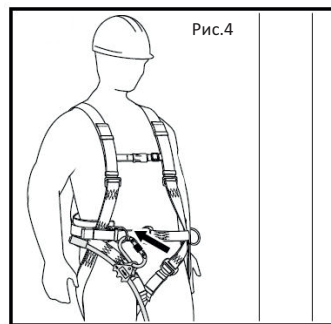

Рис.4
- Присоедините овальный карабин к правому элементу крепления на пояском ремне (или к левому – для пользователя-левши) для рабочего позиционирования (рис. 4).